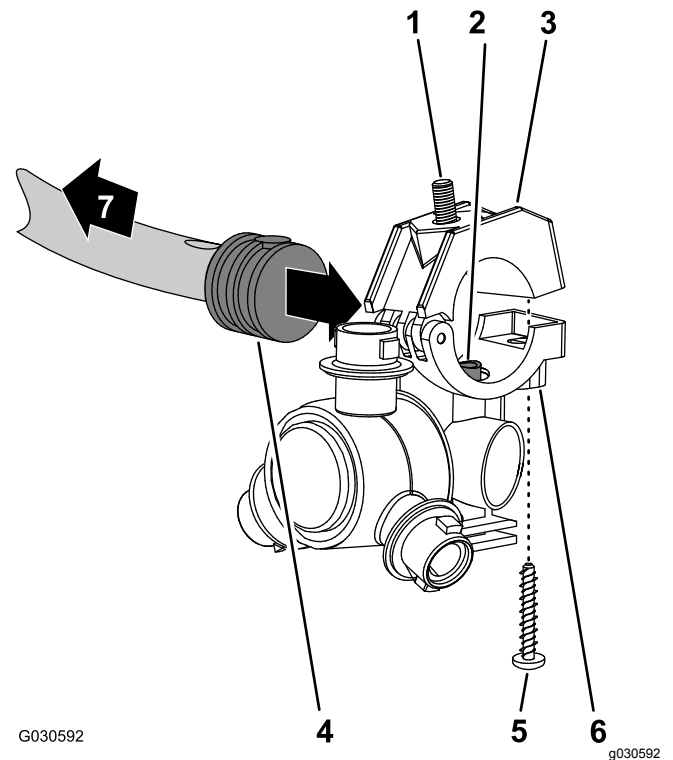
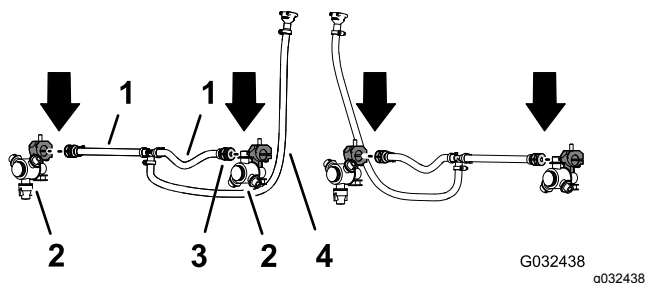

Figura 79
Figura 80
2. Trabajando con la boquilla de fumigación 2 que viene con el kit de acabado del sistema de fumigación GeoLink, retire el tornillo de acero inoxidable que fija la mitad superior de la abrazadera a la base (Figura 79).
- Localice el orificio en el lateral del conector de manguera de dentado simple al final de la manguera de 25 cm (válvula de fumigación 5 o 6) de la sección de brazo central (Figura 79 y Figura 80).
- Alinee el tubo de transferencia del soporte de una boquilla de fumigación (Figura 79) con el orificio del lateral del conector de manguera de dentado simple (13 mm).
- Cierre la mitad superior de la abrazadera alrededor del conector de manguera dentado y sujete la mitad de la abrazadera y el cuerpo de la boquilla de fumigación (Figura 79) con el tornillo de acero inoxidable (Nº 12 x 1-1/4"); apriete el tornillo de acero inoxidable a entre 14 y 18 N·m.
- Trabajando con la boquilla de fumigación, el perno de cabeza hexagonal, y el tornillo de acero inoxidable que retiró en los pasos 1 y 2 de Retirada de las boquillas de fumigación (página 33), repita los pasos 3 a 5 con el conector de manguera de dentado simple (Figura 79 y Figura 80) del otro extremo de la manguera de 25 cm.
- Trabajando con las 2 boquillas de fumigación que retiró en el paso 4 de Retirada de las boquillas de fumigación (página 33), repita los pasos 3 a 5 con los conectores de manguera de dentado simple del otro conjunto de mangueras (válvula de fumigación 5 o 6) de la sección de brazo central (Figura 79 y Figura 80).